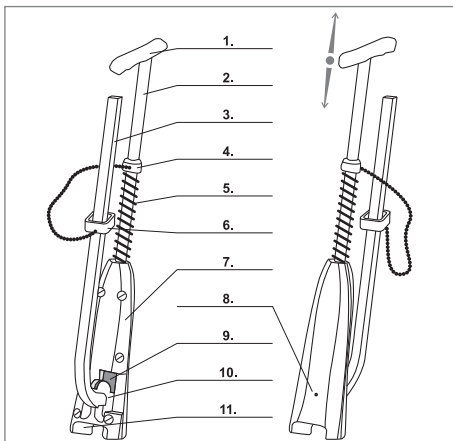

Рис.2.
1. Заложить шпильку или обойму шпилек в направляющую (3) так, чтобы концы шпилек были направлены вниз. Обойма шпилек после вложения на направляющую сразу готова к использованию. В процессе работы шпильки необходимо последовательно пополнять (на направляющей всегда должно быть столько шпилек, чтобы толкатель находился на вертикальном участке направляющей). Рис. 2.